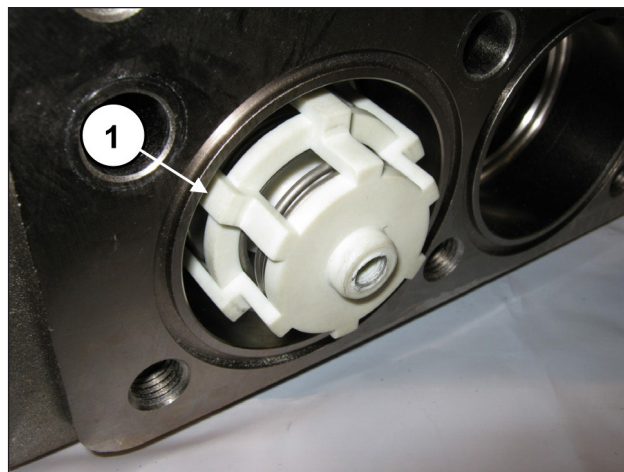

Fig. 150
Il gruppo valvola completo deve essere inserito completamente a fondo e presentarsi come in pos. ①, Fig. 150.